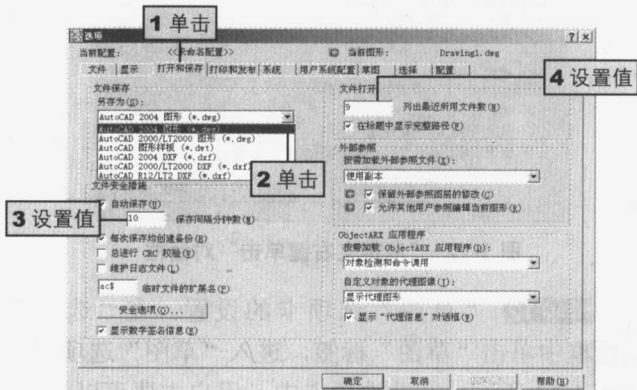

图 1-5 “打开和保存”选项卡
step 06 设置“打开和保存”选项卡。在“选项”对话框中单击“打开和保存”标签，则进入“打开和保存”选项卡。在“文件保存”栏中的“另存为(S)”的下拉列表框中选取自己要保存的文件类型，如图 1-5 所示。还可以在“文件安全措施”栏中设置自动保存时间，在“文件打开”栏中设置列出最近使用过的文件数（有效值：0~9）（有关步骤如图中的标注所示）。